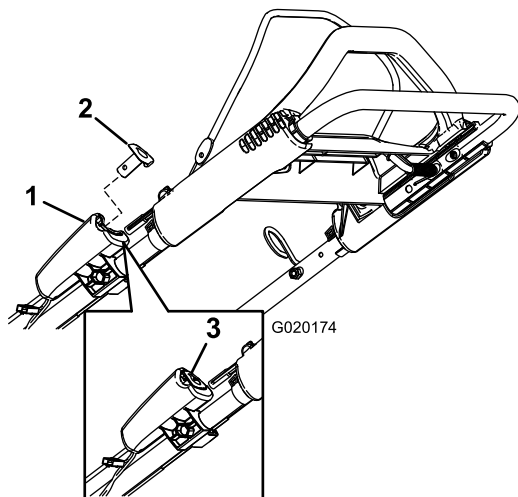
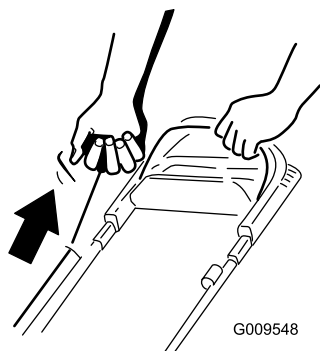

Bild 17
Bild 18
- Drücken Sie die Elektrostarttaste (Bild 17) oder ziehen Sie leicht am Rücklaufstartergriff (Bild 18), bis Sie einen Widerstand spüren. Ziehen Sie ihn dann kräftig durch und lassen ihn langsam in die Seilführung am Holm zurückgehen.